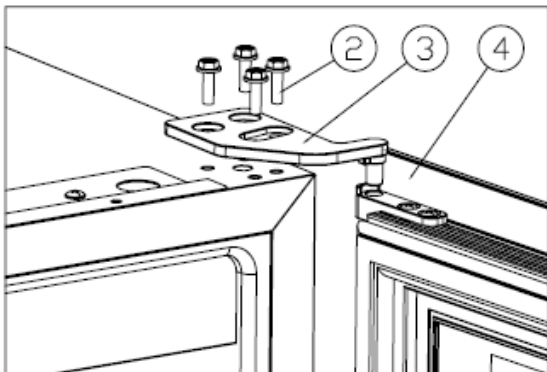

Abb. 1
- ✧ Die M5*16 -Schrauben lockern, das obere Scharnier entfernen, während die Tür festgehalten wird, und die Tür abheben. [Abb. 1].